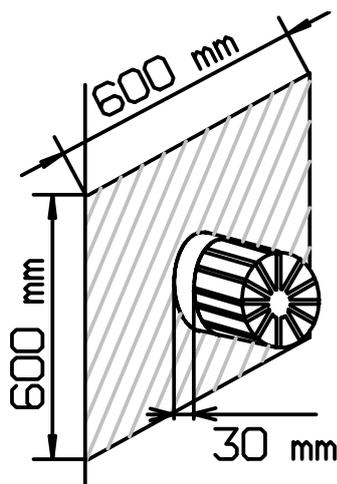

Fig. 1
- Rond de muurdoorvoer mogen zich in een gebied van 600 x 600 mm geen hindernissen (bvb. vensterbank, regenpijp, enz.) bevinden (zie fig. 1).
- Aucun obstacle (p. ex. banquette, tuyau eau de pluie, etc.) ne peut se trouver dans une zone de 600 x 600 mm autour de l'évacuation murale (voir fig. 1).